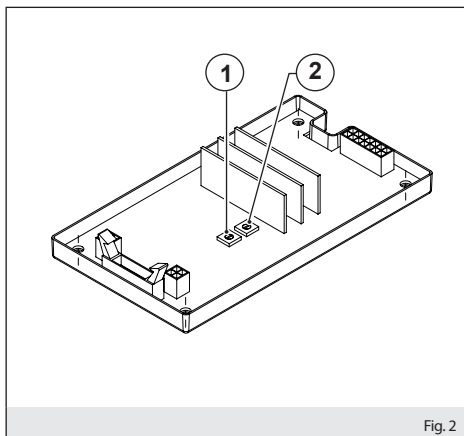
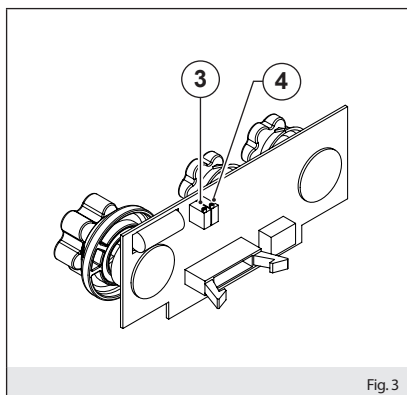

Fig. 2
Fig. 3
La macchina dispone all'interno di una scheda elettronica (fig.2) e potenziometri di regolazione (fig.3) per garantire le prestazioni in corrente e tensione.
- fig.2 - trimmer (1): Regolazione corrente massima di saldatura;
- fig.2 - trimmer (2): Regolazione corrente minima di saldatura;
- fig.3 - trimmer (3): Regolazione corrente di Jump-start;
- fig.3 - trimmer (4): Regolazione tensione di Jump-start.
The machine has inside an electronic regulator (fig.2) and adjustment potentiometers (fig.3) to guarantee the performances in current and voltage.
- fig.2 - trimmer (1): Maximum welding current setting;
- fig.2 - trimmer (2): Minimum welding current setting;
- fig.3 - trimmer (3): Jump-start current setting;
- fig.3 - trimmer (4): Jump-start voltage setting.
La machine dispose à l'intérieur d'un régulateur électronique (fig.2) et des potentiomètres de réglage (fig.3) pour garantir les performances en courant et tension.
- fig.2 - trimmer (1): régulation maximale courante de soudure;
- fig.2 - trimmer (2): régulation minimale courante de soudure;
- fig.3 - trimmer (3): régulation courante de Jump-start;
- fig.3 - trimmer (4): régulation tension de Jump-start.
una tarjeta electrónica (fig.2) y
potenciómetros de ajuste (fig.3)
- fig.2 - trimmer (1): Regulación
- fig.2 - trimmer (2): Regulación
- fig.3 - trimmer (3): Regulación
- fig.3 - trimmer (4): Regulación